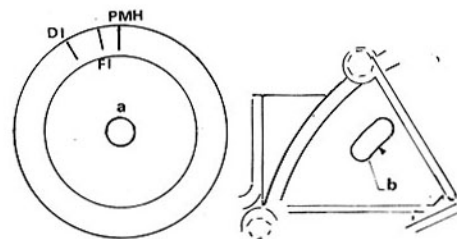

Fig. D 4
3.1. LES REPERES FRAPPES SUR LE VOLANT SONT (a fig. D 4)
L'index fixe (b fig. D 4) est une saignée dans la lumière côté gauche du flasque d'inverseur.